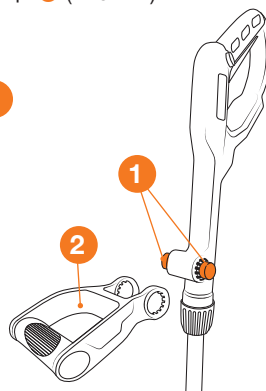

Рис. 5
- Зажмите кнопки регулировки рукоятки ①.
- Установите рукоятки на крепление ② и отпустите кнопки регулировки рукоятки ① (Рис. 5).